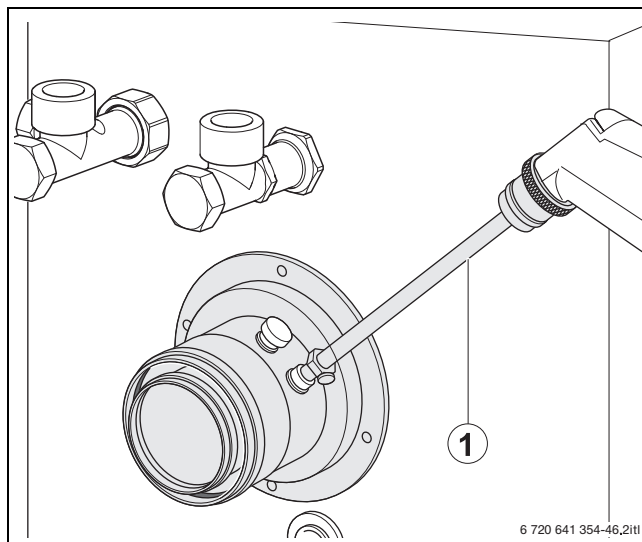

Fig. 38 Registrar los valores de medición
- ▶ Colocar la sonda de medición en el núcleo de la corriente de la chimenea introduciéndola a través del orificio de medición (→ fig. 38, pág. 26) y controlar el contenido de CO₂.